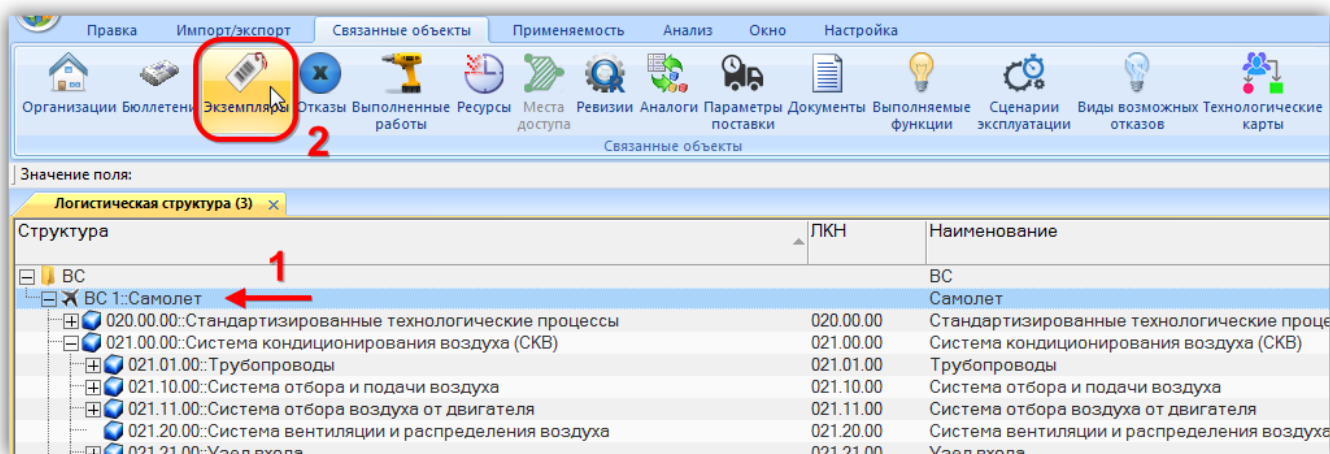

Рис. 13-37 – Нажать кнопку «Экземпляры» панели «Связанные объекты»
- 2) Выбрать изделие и нажать кнопку «Экземпляры» панели «Связанные объекты» (рис. 13-37).